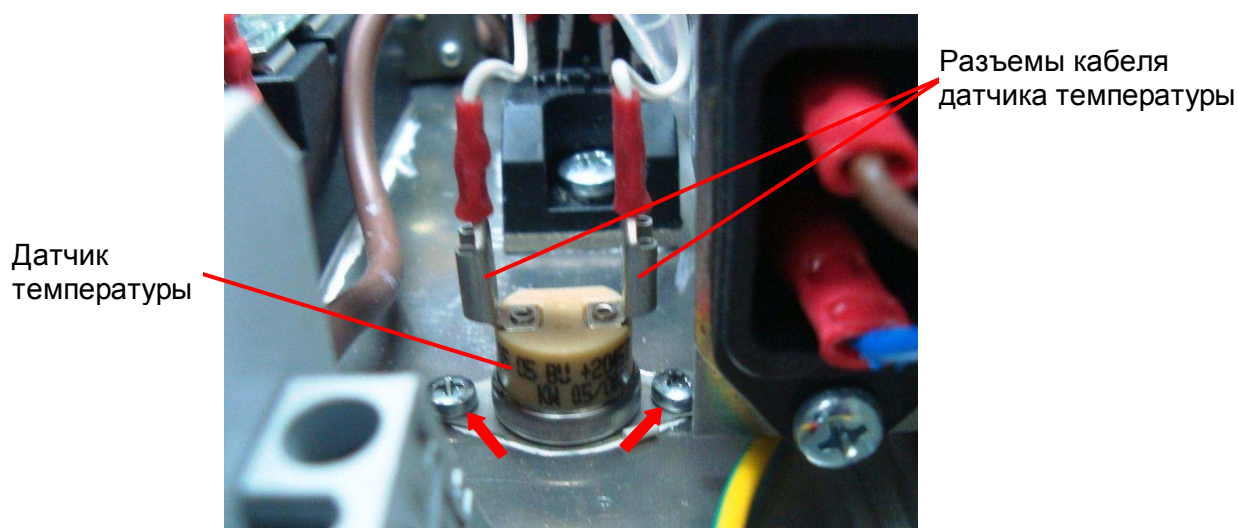

Рис. 6.10. Демонтаж датчика температуры.
6.9.1. Отсоединить разъемы кабеля датчика температуры от клемм датчика температуры (рис. 6.10).
6.9.2. Выкрутить два винта крепления датчика температуры к радиатору (рис. 6.10, красные стрелки), демонтировать датчик и положить его в тару.